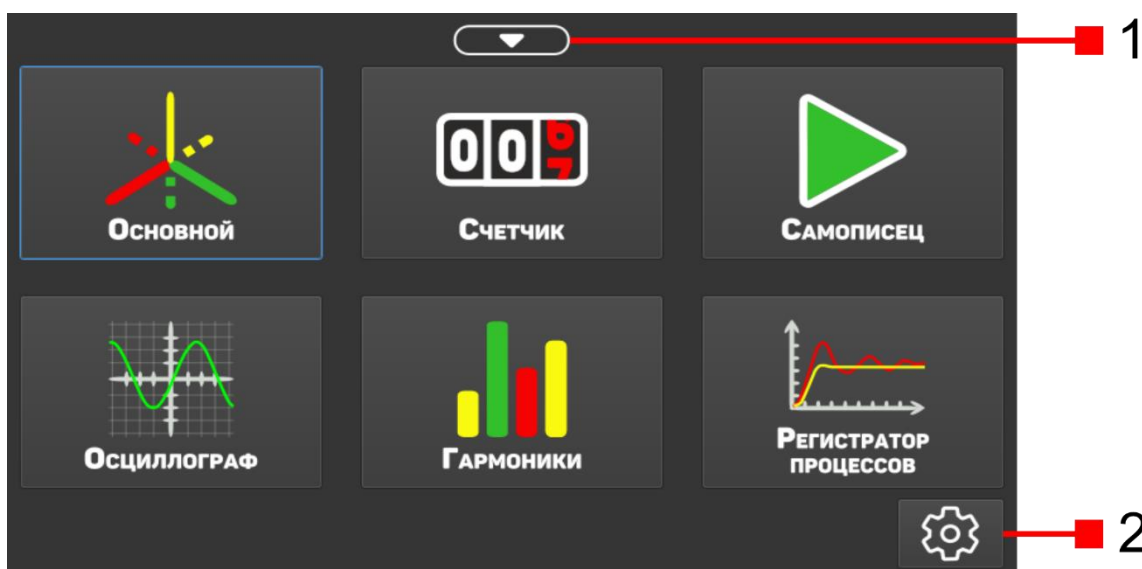
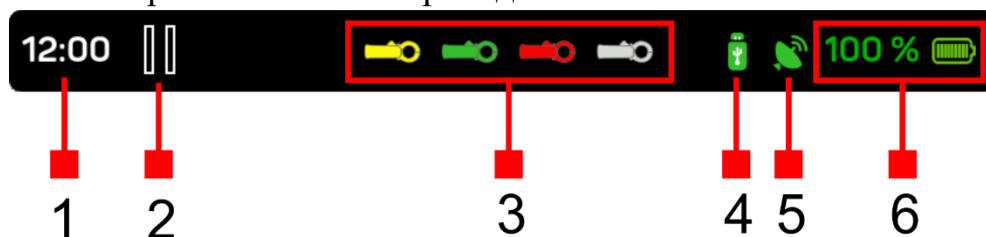

Рис. 9 – Элементы главного меню ВФМ-4
Рис. 10 – Строка состояния ВФМ-4
На главном меню ВФМ-4 (рис. 9) расположены кнопка вызова строки состояния прибора, кнопки выбора режимов измерений («Основной», «Счетчик», «Самописец», «Осциллограф», «Гармоники» и «Регистратор переходных процессов») и переход к меню настроек и вспомогательных функций прибора.
6.2.1. Кнопка вызова строки состояния располагается в верхней части экрана (см. элемент 1 на рис. 9) в любом выбранном режиме измерения или меню. При нажатии на неё, в верхней области дисплея появится всплывающее окно в котором отображается информация о различных состояниях прибора (рис. 10). Описание строки состояния приведено ниже.